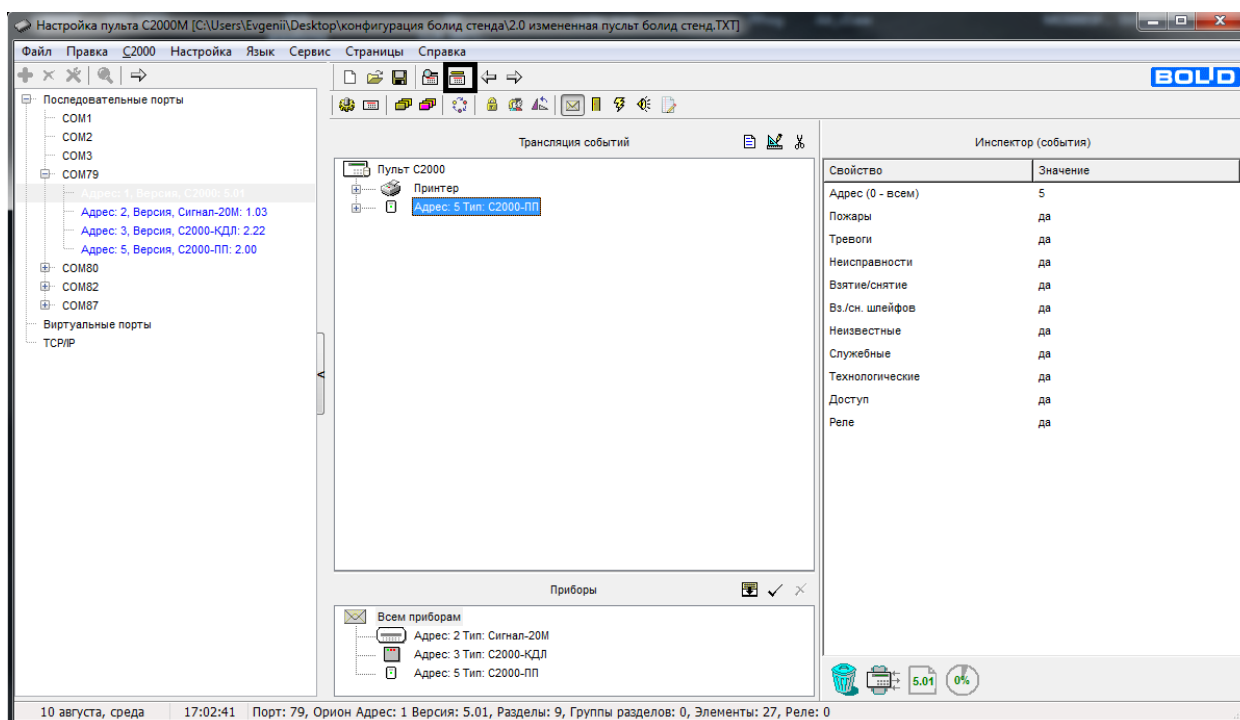

Рисунок 12.
4.7. Записываем конфигурацию в пульт. Рисунок 12.